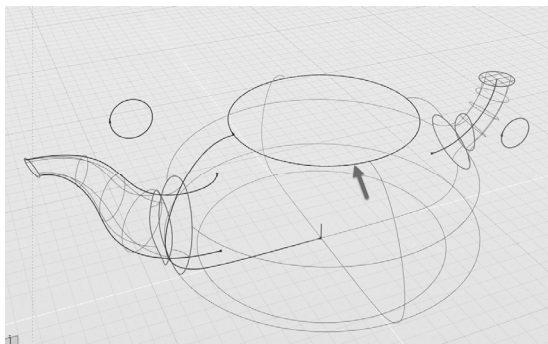

图 5-60 选中提取曲线
2) 在透视图图中选中该提取曲线，如图 5-60 所示。如果选择不便，则可借助线框模式。